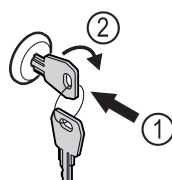

Fig. 149 Immagine a titolo di esempio
- Inserire la chiave Fig. 149 (1).
- Ruotare la chiave di 90° in senso orario Fig. 149 (2).